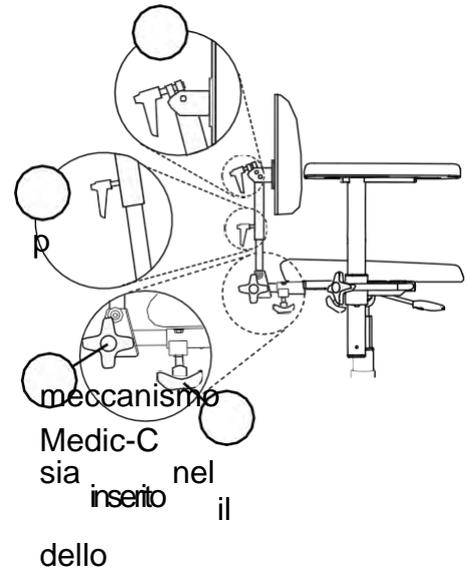

Abb.5.42. Meccanismo dello schienale Medico.
Nella versione Medico, l'altezza (A), l'angolo dello schienale (B), l'angolo dello schienale funzione (C) e la profondità può essere regolata, vedi Fig. 5.42. La funzione schienale consente di inclinare lo schienale.